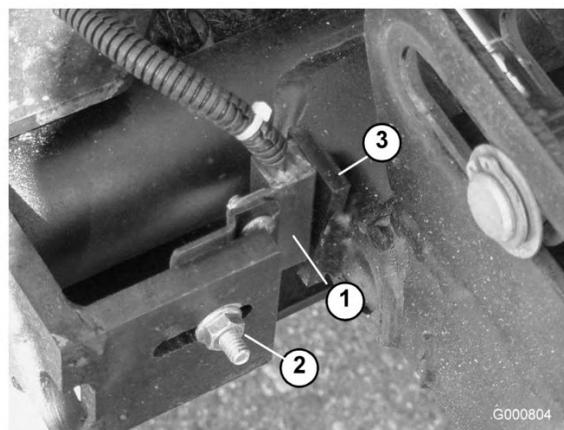

Figura 77
- Desaperte a porca do parafuso de carroçaria que está a fixar o suporte do interruptor do braço de elevação aos braços de elevação n^{os} 4, 6 ou 7 (Figura 77). Veja o n^o 4 na figura.